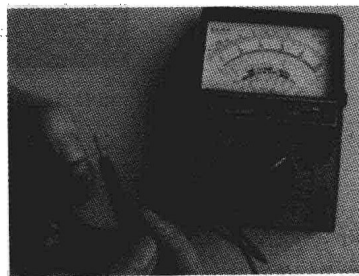

图 1-5 普通电阻的测量
(1) 外观检查 从外观看电阻本身有无破损、脱皮,引脚有无脱落及松动现象,从外表判断电阻有无断路情况。
(2) 万用表测量 普通电阻的测量如图 1-5 所示,选择欧姆档合适量程进行测量。测量过程中,手指不要触碰被测固定电阻的两根引出线,避免人体电阻对测量精度的影响。若测量值基本等于标称值,则电阻正常;若其接近零,则电阻短路;若其远小于标称值,则电阻损坏;若其远大于标称值,则电阻断路。